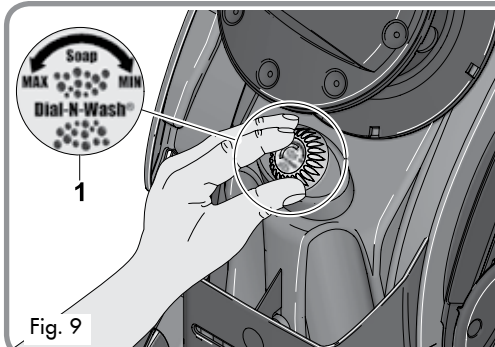

Fig. 9
This product is equipped with a Dial-N-Wash® detergent tank. The dial (1-Fig. 9) is used to increase/decrease detergent flow.
3. Turn dial (1) to increase/decrease detergent flow (Fig. 9).
El aparato incorpora 1 depósito de detergente Dial-N-Wash®. El dosificador de detergente (1-Fig. 9) para dosificar la cantidad de detergente.
3. Gire la rueda (2) para y aumentar/disminuir el caudal de detergente (Fig. 9).